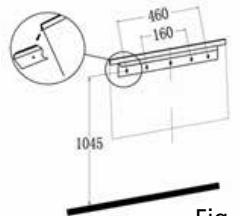

Fig. 4
- For optimal visning skal du markere de fire øverste skruer, der fastgør positionerne på væggen i overensstemmelse med de anbefalede fastgørelsesmål – se fig. 4..
- Løft varmeapparatet forsigtigt op, og sørge for, at den øverste bageste kant af varmelegemet passer ind i det lange vægbeslag (se fig. 4 i cirkel) og sidder centralt.